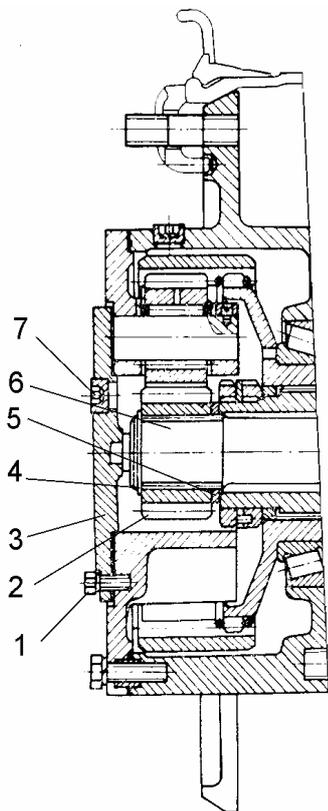

Рис. 6
2. Установив под колесными редукторами переднего моста емкости для сбора масла, снять с них крышку 3 (рис. 6), отвернув винты М12 (6 штук), стопорное кольцо 4, солнечную шестерню 2, шайбу 5, а затем установить крышку на место.
3. Установив под колесными редукторами заднего моста емкости для сбора масла, снять с них крышку 3 (рис. 6) и полуось 6 в сборе с солнечной шестерней 2, стопорным кольцом 4 и шайбой 5, а затем установить крышку на место.